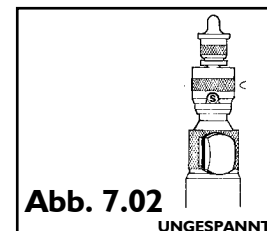

Abb. 7.02
- Sicherstellen, dass Schlagbolzen und Abzugshahn nicht gespannt sind (siehe Abb. 7.02).